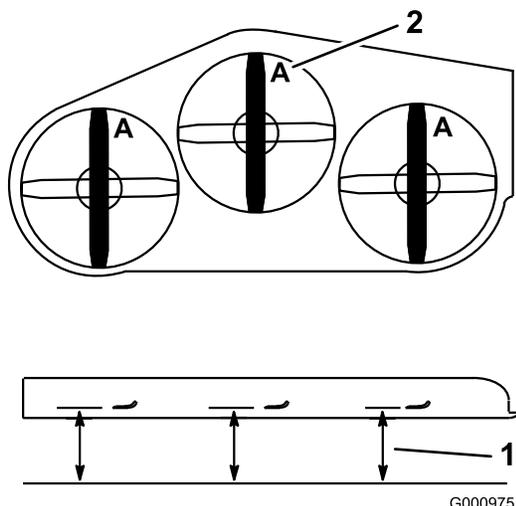

Figure 75
- Tournez les lames dans le sens longitudinal (Figure 75). Mesurez la distance entre la surface plane et le tranchant (position A) des lames (Figure 75). Notez cette valeur.